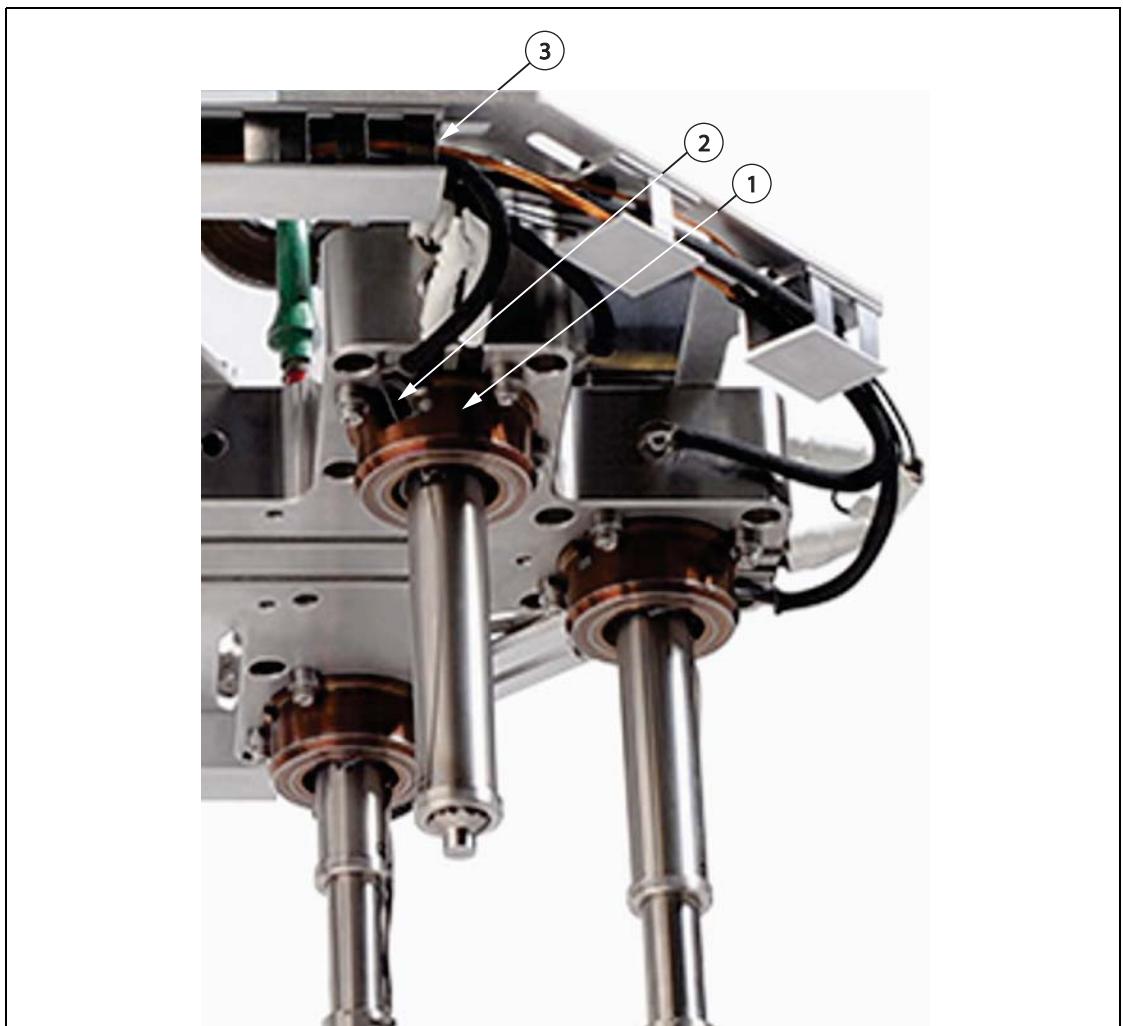

Figura 6-16 Tendido de los cables
9. Dirigir los hilos del termopar y de la resistencia de boquilla a través de los huecos para el cable de la retención de boquilla. Consultar la Figura 6-16.
7. Dirigir los hilos del termopar y de la resistencia de boquilla a través de los huecos para el cable de la retención de boquilla. Consultar la Figura 6-16.